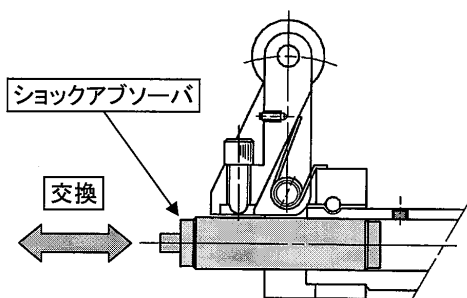

図12
②レバー部を倒した状態で、ショックアブソーバを外し、新品のショックアブソーバと交換します。再度ピストンロッド部の六角穴付止メネジ（M3×0.5）を締めます。（図12参照）